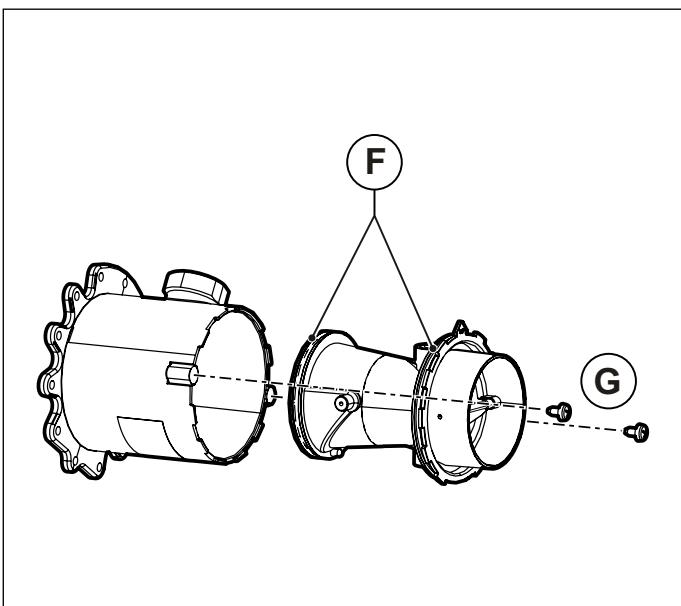
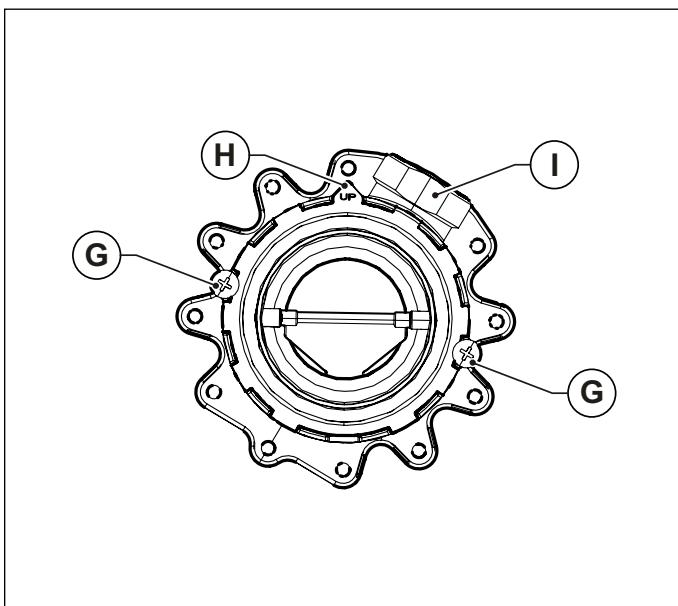

Fig. 40 Corpul din plastic al amestecătorului
Fig. 41 Orientare pentru montaj
- Desfaceți corpul din plastic al amestecătorului, deșurubând cele două șuruburi de fixare **G** (vezi Fig. 40 Corpul din plastic al amestecătorului).
- Înșurubați corpul din plastic pe amestecător cu ajutorul șuruburilor de fixare **G**, având grijă să nu deteriorați garniturile inelare **F** și să respectați orientarea de montare (consultați Fig. 40 Corpul din plastic al amestecătorului și Fig. 41 Orientare pentru montaj).